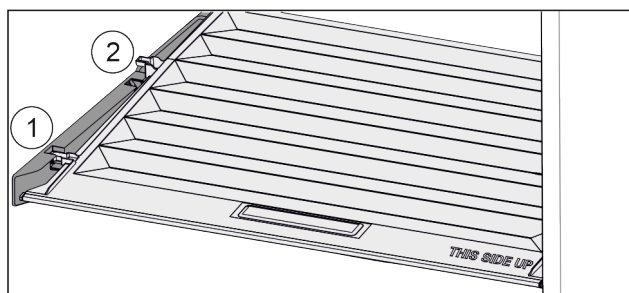

Fig. 33
- ▶ Tirare in avanti il coperchio fino all'apertura nei fermi Fig. 33 (1).
- ▶ Sollevare posteriormente dal basso e togliere verso l'alto Fig. 33 (2).